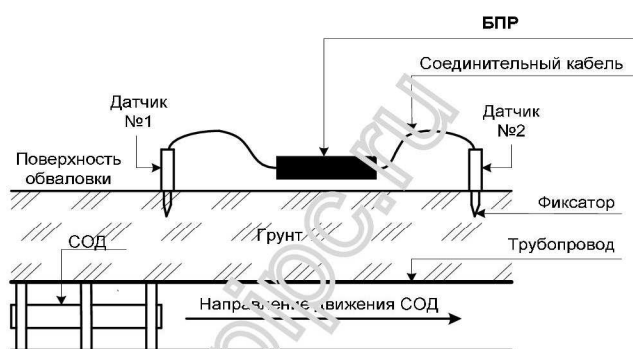
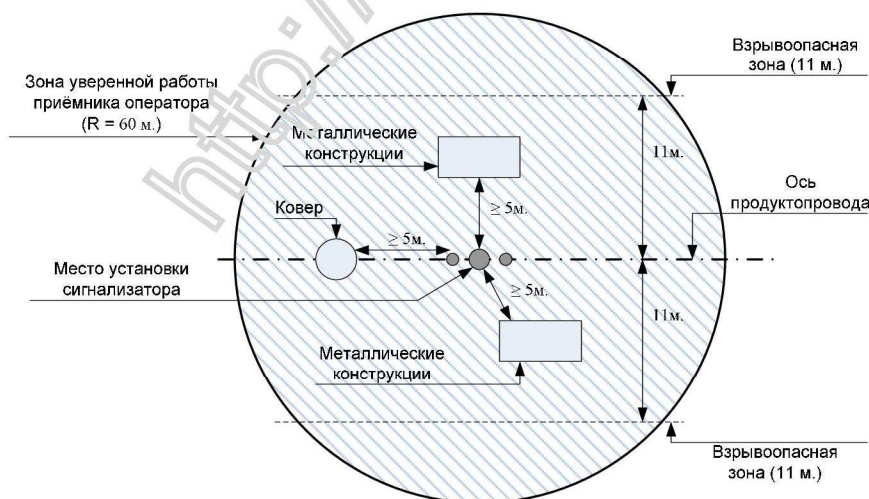

Рис. 9 – Схема установки переносного сигнализатора «Репер-3В».
Рис. 10 – Схема установки переносного сигнализатора «Репер-3В» относительно коверов и других металлических конструкций.
2.3.2 Установить сигнализатор на поверхность обваловки, непосредственно на ось трубопровода, как показано на Рис. 9. Сигнализатор устанавливать на расстояние не менее 5 метров от коверов и других металлических конструкций, как показано на Рис. 10. Разнести вдоль оси трубопровода датчики на длину кабеля один влево другой вправо от БПР. **Датчик № 1 поставить первым на встречу движения СОД.** Номера датчиков указаны на передней панели БПР. Зафиксировать датчики вертикально, путём погружения фиксаторов в грунт. **Развёртывание и сворачивание кабеля производить при температуре не ниже минус 10°С.** После установки датчиков, для обеспечения корректной работы сигнализатора, необходимо выполнить следующие рекомендации: